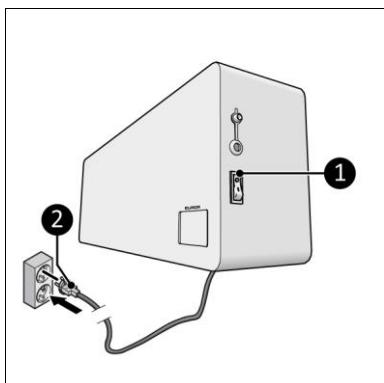

Figura 10
- Asigurați-vă că întrerupătorul ON/OFF (PORNIT/OPRIT) se află în poziția OFF (OPRIT) (Figura 10, poz. 1).
- Introduceți ștecherul (Figura 10, poz. 2) într-o priză cu împământare, care este ușor accesibilă. Utilizați o priză de perete cu împământare, cu puterea minimă de 2.000 W.